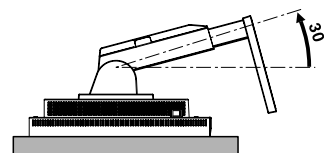

Figura S.2
2. Ajuste lentamente la altura a unos 30 grados (**Figura S.2**).